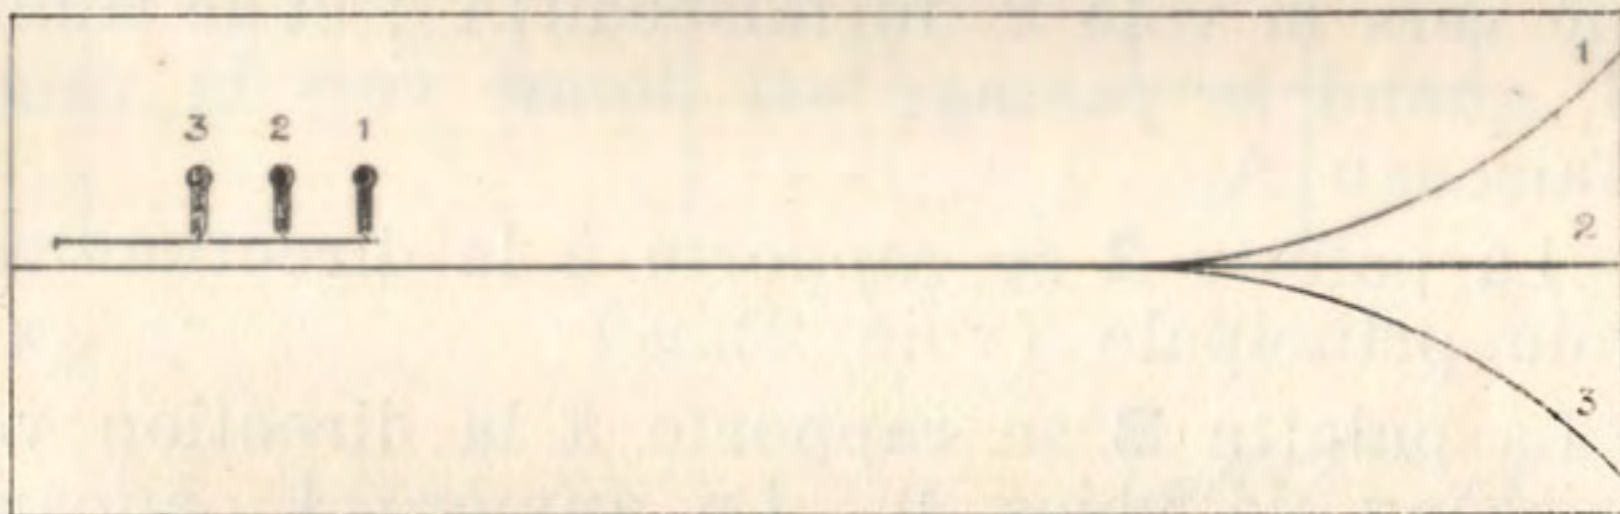

Fig. 52.
EXEMPLE : Pour une bifurcation à 3 voies (fig. 52), la palette supérieure (1) correspond à la voie de gauche ; la palette du milieu (2) à la voie du milieu ; la palette inférieure (3) à la voie de droite.